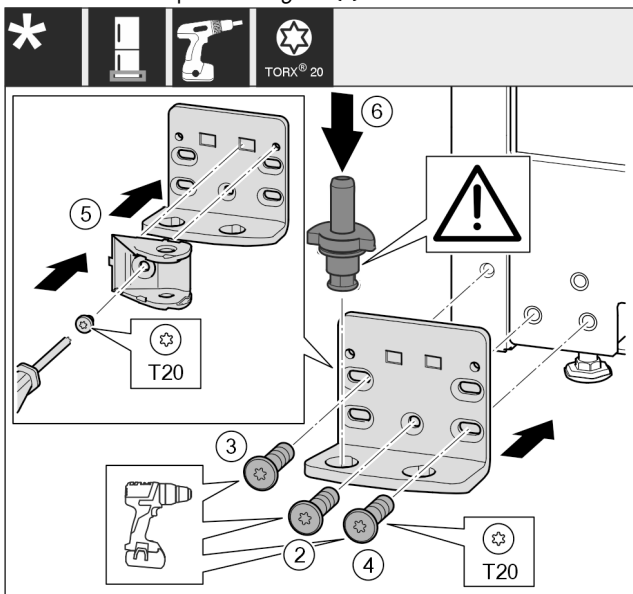

Fig. 32
- ▶ Applicare la staffa di supporto sull'altro lato e avvitare con l'aiuto di un cacciavite. Iniziare dalla vite Fig. 32 (2) in basso al centro.
- ▶ Stringere la vite Fig. 32 (3) e la vite Fig. 32 (4).
- ▶ Ruotare di 180° il collegamento dell'ammortizzatore di chiusura Fig. 32 (5). Sull'altro lato del blocco di supporto avvitare con un cacciavite.
- ▶ Inserire completamente i perni di supporto Fig. 32 (6). Facendo ciò assicurarsi che la camma di arresto sia rivolta all'indietro.